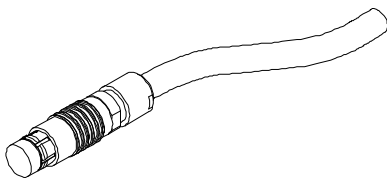

図 L-4 19 ピン渦流プローブコネクタ
- 二番目のタイプは、多数のコイル渦流検査プローブに使用する 19 ピンコネクタです（182 ページの図 L-4）。